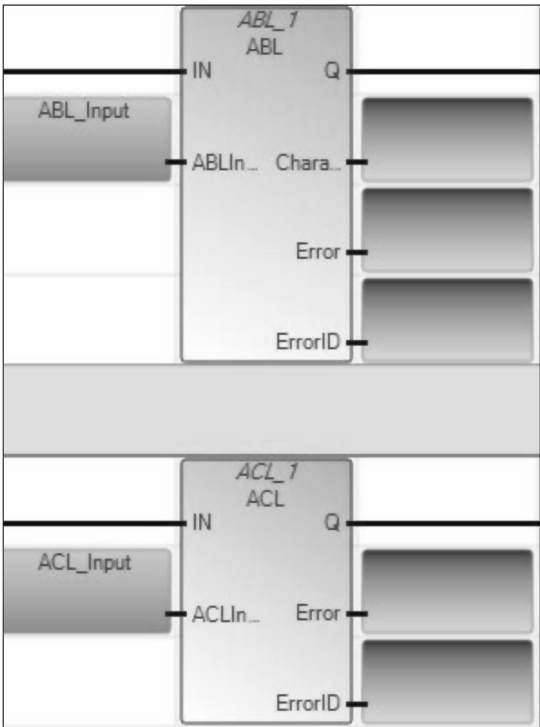

图 9-27 ACL _Input 功能块创建
3) 输入所需的设置后，单击 “OK”。ACL _InPut 功能块创建如图 9-27 所示。